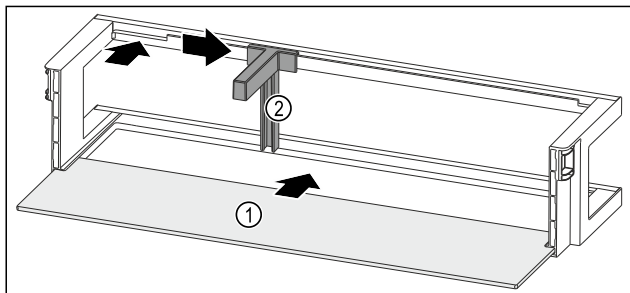

Fig. 141 Türabsteller mit Abstellfläche
- Abstellfläche Fig. 141 (1) in die seitlichen Aussparungen einschieben.
- Flaschenhalter Fig. 141 (2) in die Aussparung einsetzen.
- Flaschenhalter Fig. 141 (2) in gewünschte Position zur Seite schieben.